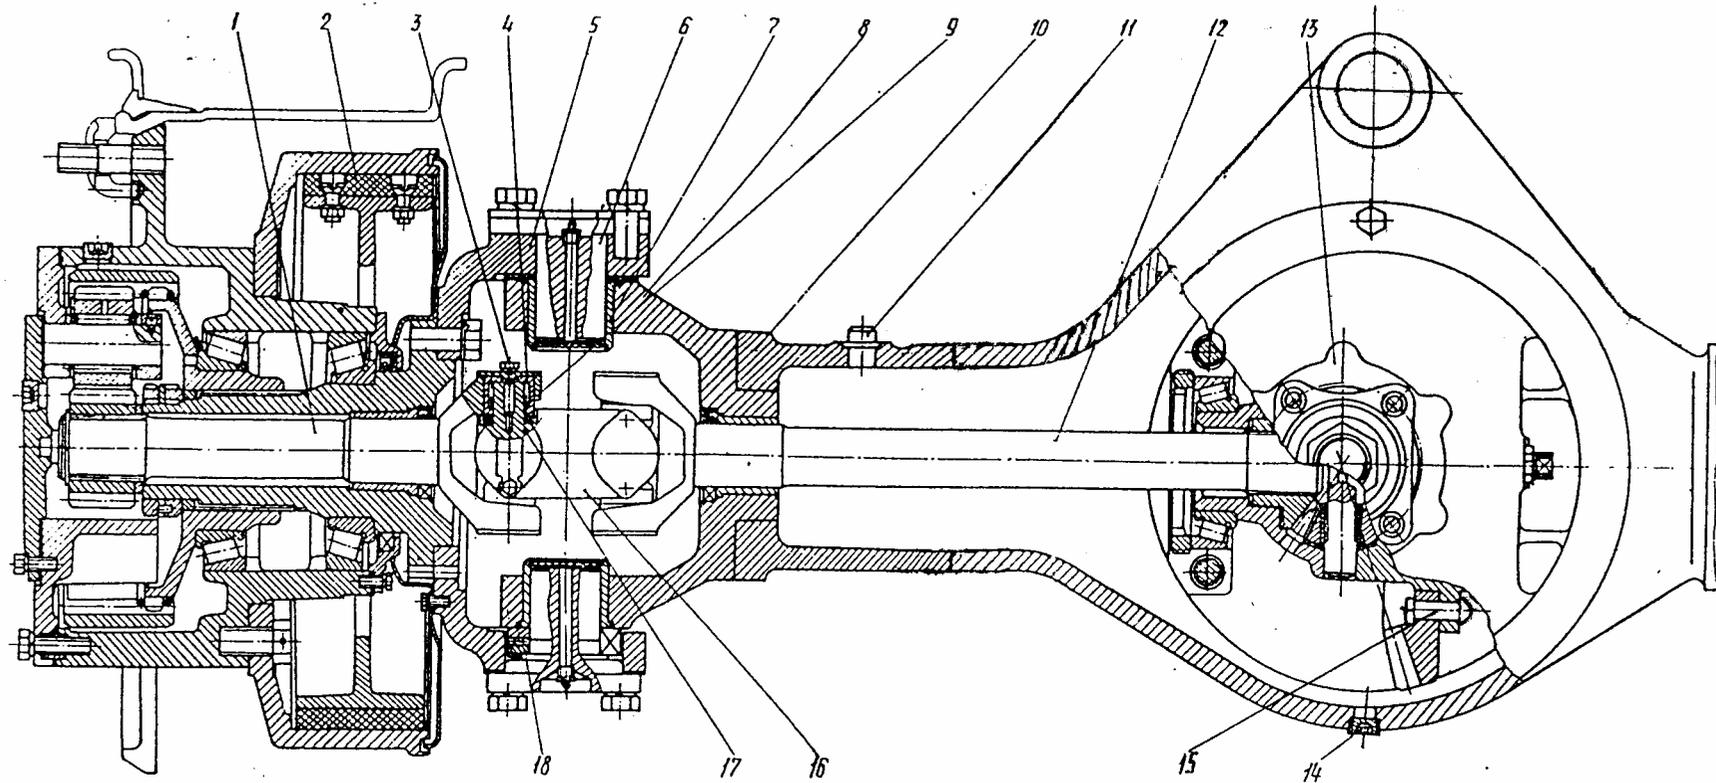

Рис. 20 Передний мост
1.3.2. Передний мост (рис. 20)